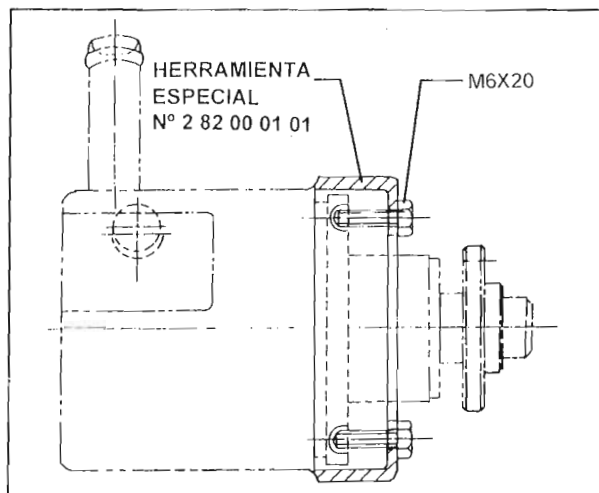

Fig. 61.
- Instale la herramienta especial (Nº 2 82 00 01 01) alrededor del cuerpo de la bomba y introduzca 4 tornillos a través de los orificios en la herramienta y extraiga el depósito atornillando los tornillos manteniendo el conjunto recto. Deseche la junta tórica grande. Fig. 61.